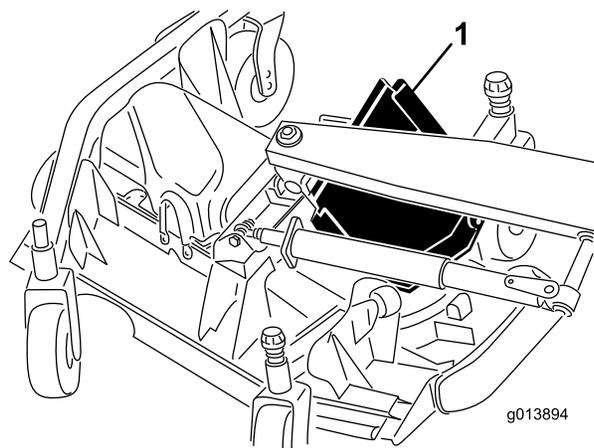

図 76
6. 前側エッジを持ち上げ、これを昇降アームとローラの間で移動する 図 76。